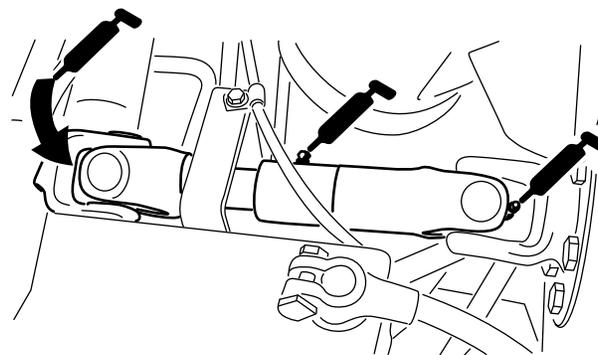

Figura 42
- Giunto ad U del semiassie fra motore e pompa (3) (Figura 42)